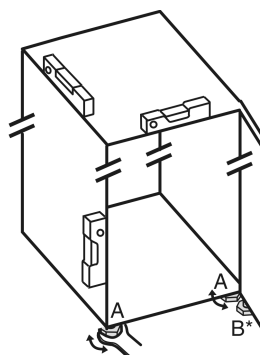

Fig. 5
- Seřizovací nožky Fig. 5 (A) vyšroubujte pomocí přiloženého vidlicového klíče a pomocí vodováhy, dokud nebude spotřebič pevně vyrovnaný.
► Seřizovací nožku Fig. 5 (B) na stojanu ložiska vytáchejte pomocí přiloženého vidlicového klíče, až dosedne na zem.
► Seřizovací nožku Fig. 5 (B) otáčejte dál o 90°.